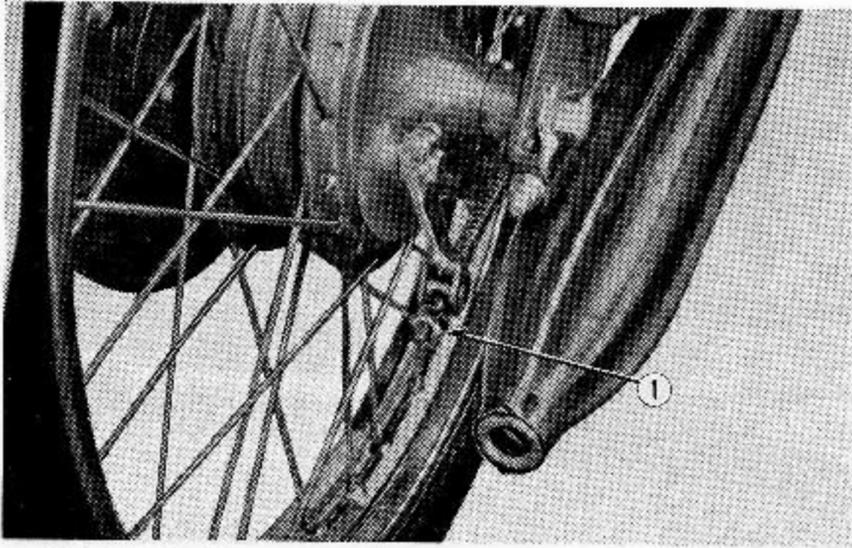

Abb. 6.27 Hinterradbremse einstellen
① Flötenrohr
- b. Das Spiel wird mit der Einstellmutter an der Bremszugstange vorgenommen. (Abb. 6.27)